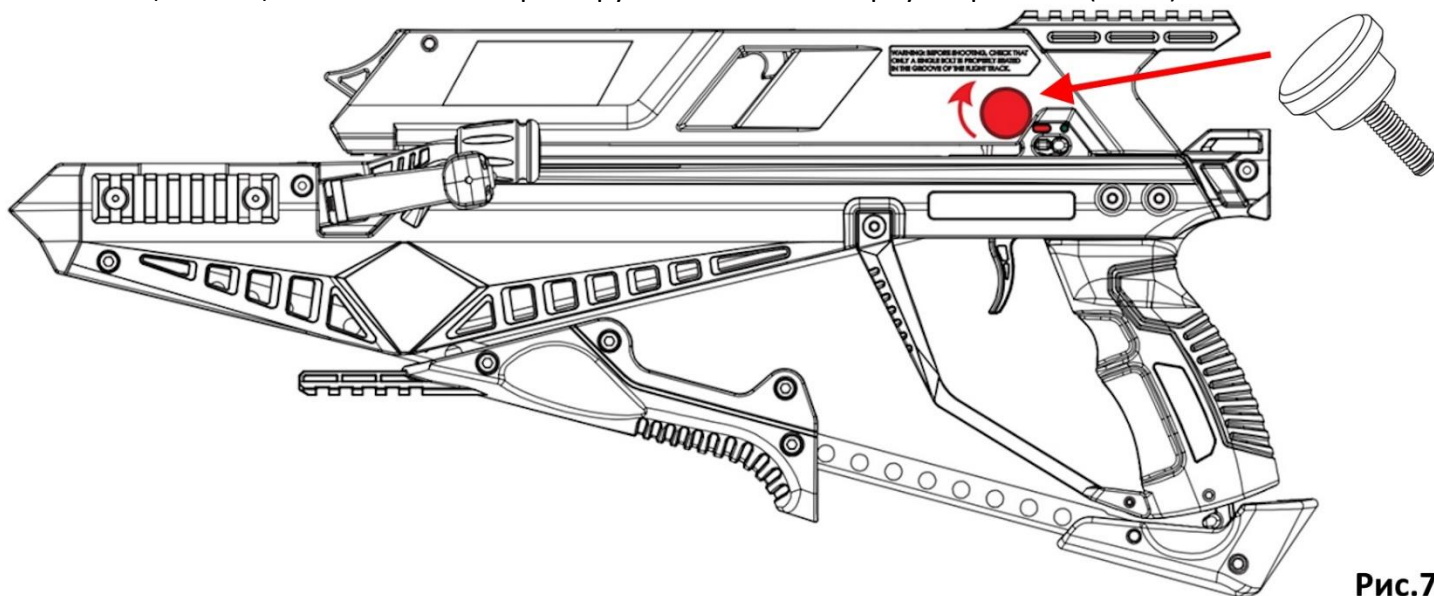

Рис.7
- С помощью специального болта зафиксируйте магазин на корпусе арбалета (Рис.7).